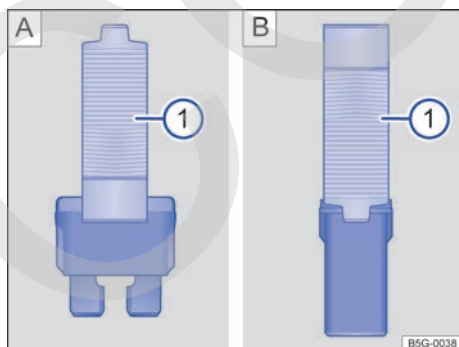

Fig. 230 Extraer o colocar el fusible con las pinzas de plástico: **A**) Fusible enchufable plano. **B**) Fusible tipo bloque.
- Dado el caso, retire las pinzas de plástico → fig. 230 **1**) situadas en la cubierta de la caja de fusibles correspondiente.
- En función del tipo de fusible, desplace las pinzas correspondientes → fig. 230 **A**) **1**) o → fig. 230 **B**) **1**) lateralmente sobre el fusible.